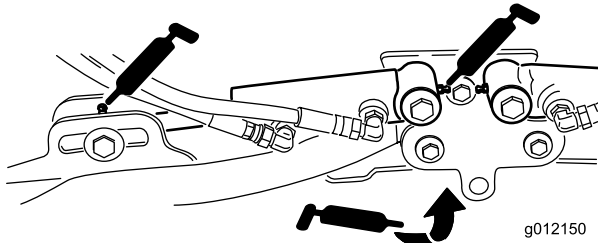

Figura 47
- Cilindros del brazo de elevación de la unidad de corte (2 en cada) (Figura 47)
- Pivotes del brazo de elevación (1 en cada) (Figura 47)